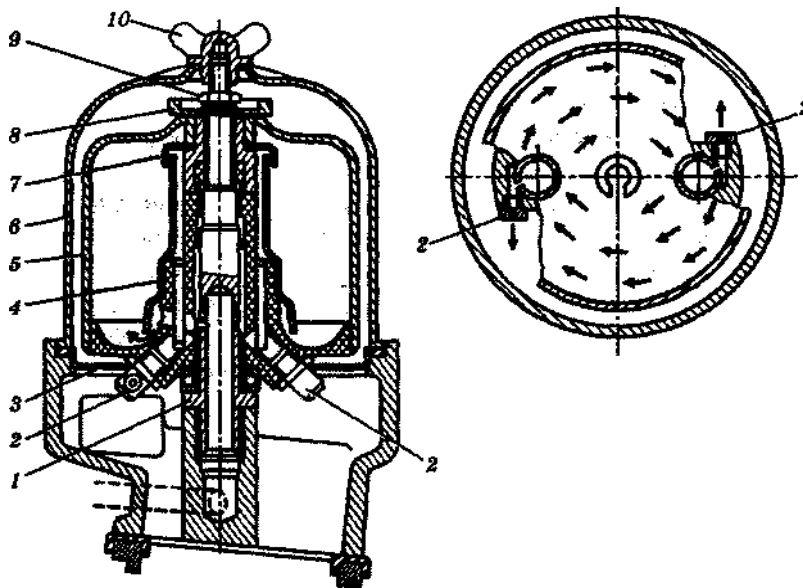

Рис. 9. Схема фільтра відцентрового очищення оливи двигуна ЗМЗ-53 (ЗМЗ'511.10):
14. Вивчіть будову і дію відцентрового оливо очисника (рис.9).